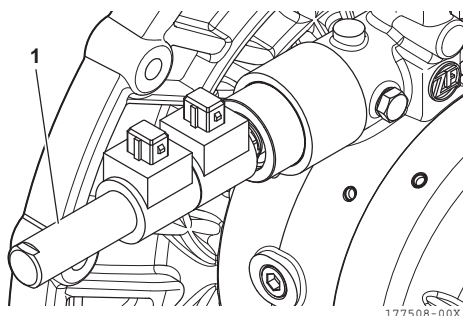

Figure 7
2. Dévissez et retirez le couvercle (1, Figure 7).